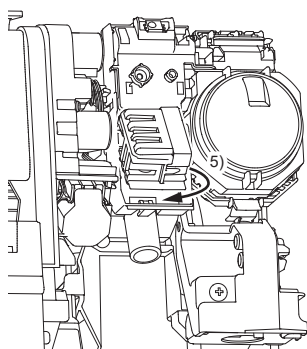

Fig. 2
- 5) Instale el sensor de refrigerante de la forma indicada en la imagen. (Fig. 2)